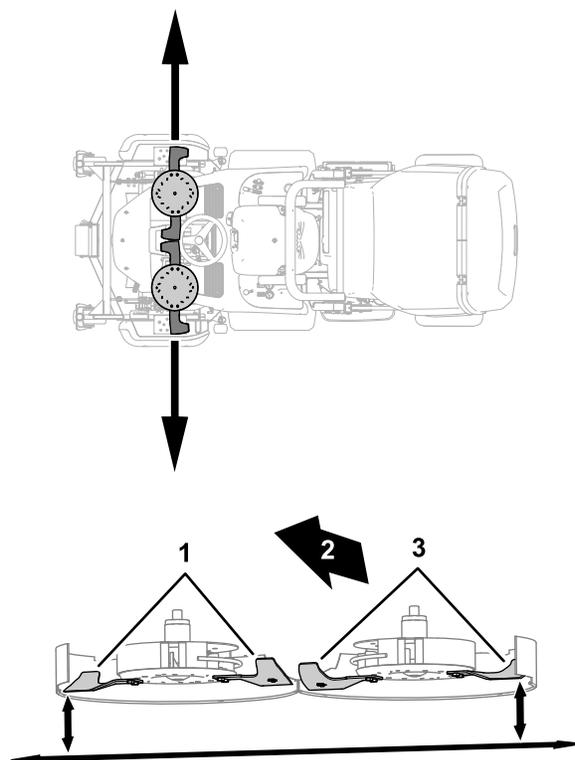

図 122
3. 片方のウイングブレードを一番外側の位置に出す 図 122。
4. ゲージブロックを使って、各ブレードの一番外側のエッジから床面までの高さを測る 図 122。
- 機体の反対側のウイングブレードを一番外側の位置に出す 図 122。
- ゲージブロックを使って、各プレートが一番外側のエッジから床面までの高さを測る 図 122。
- 刃の一番外側のエッジから平らな床面までの距離を測る 図 122。